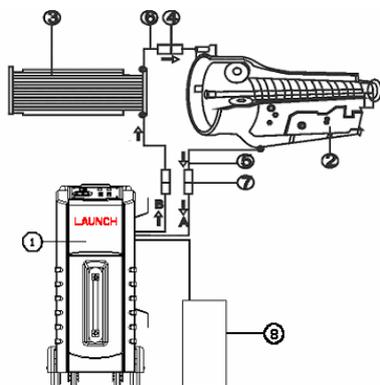

Рис.03
4. В соответствии с направлением потока жидкости, соединить конец выходного шланга АКПП с концом возвратного шланга установки, а конец другого шланга АКПП с концом подающего шланга установки. См. Рис.03.